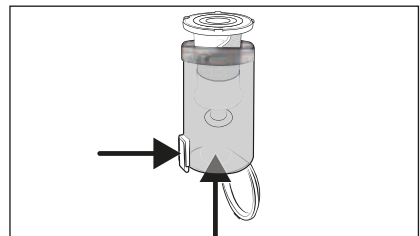

Fig. 18
- 3) Para retirar el filtro de acero inoxidable 6 del depósito de polvo 7, pulse el botón de desencastre de la tapa del depósito de polvo 8. Tras esto, retire el filtro de acero inoxidable 6 del depósito de polvo 7 deslizando desde abajo (consulte la fig. 18).